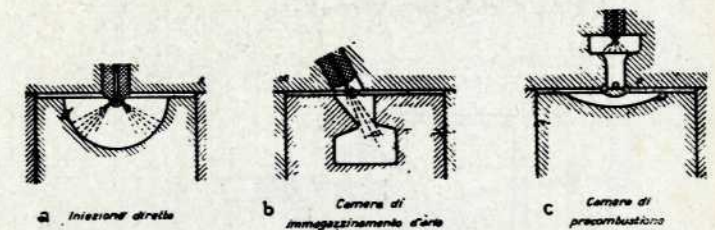

Fig. 7 - Camere di combustione per motori a nafta
1) Motori ad iniezione diretta nella camera di combustione (fig. 7 a). La camera presenta una forma raccolta e compatta, che riduce al minimo le dispersioni di calore attraverso alle pareti.
2) Motori muniti di camera ad immagazzinamento d'aria (fig. 7 b); dalla cavità immagazzinatrice durante l'inizio della fase di espansione, esce un forte soffio d'aria che investe il getto polverizzato e crea una buona turbolenza.
3) Motori muniti di camera di precombustione (fig. 7 c), nei quali il combustibile viene iniettato in una cavità praticata sulla testa del cilindro e di qui soffiato nella camera di combustione per effetto dell'aumento di pressione dovuto alla combustione iniziale.